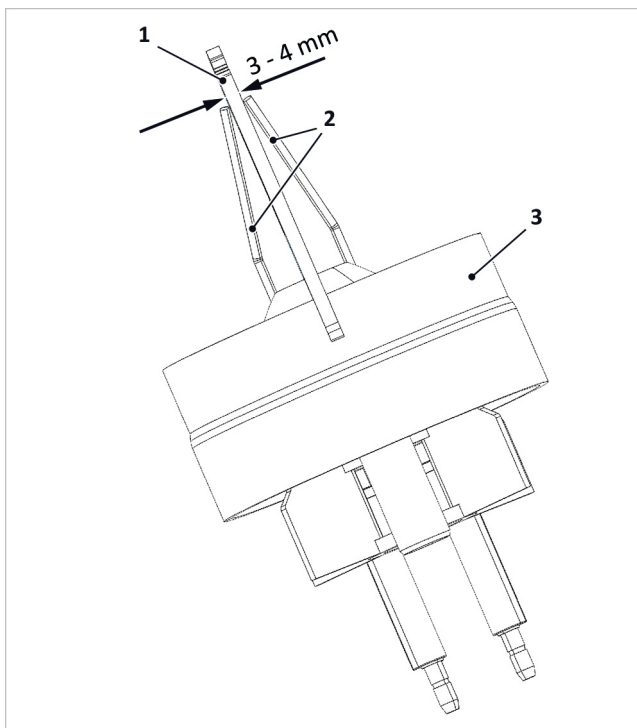

Abb. 125: Abstand Zündelectroden prüfen
3. Abstände der Electroden wie in → Abb. 125 gezeigt kontrollieren, ggf. durch Biegen korrigieren.